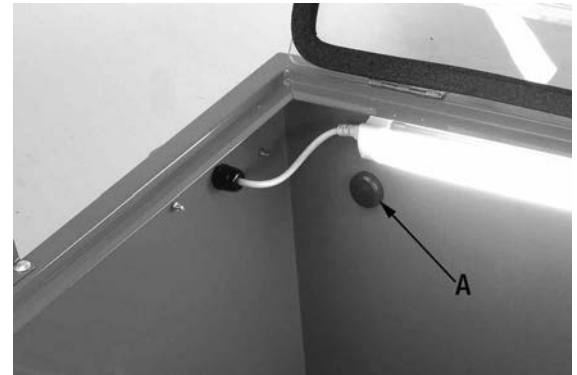

FIGURE 5
- 6) Il est recommandé de brancher un aspirateur à l'ouverture arrière du cabinet. Retirez le capuchon en plastique (A) Fig.5 en le poussant et branchez un boyau d'aspirateur. Cela réduira considérablement la poussière dans l'air du cabinet, ce qui augmentera la visibilité.